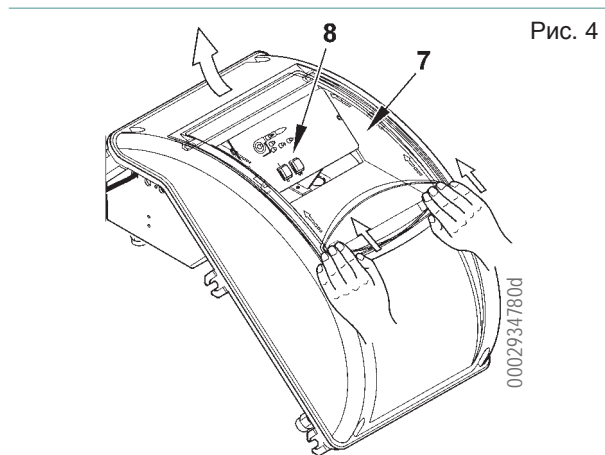

Рис. 4
- Для закрытия крышки электрического щита, заверните четыре винта (1) моментом затяжки, равным приблизительно 5 Нм, для обеспечения хорошего уплотнения. Для получения доступа к приборному щитку (8) отцепите прозрачное окошко (7) легким надавливанием руки в направлении стрелок, как показано на рис. 4. Подождите, пока окошко слегка не продвинется, а после этого снимите его с крышки.
- Для правильного расположения прозрачного окошка на щите поступайте в соответствии с рисунком 5: поместите крюки в соответствующие гнёзда (9) и продвигайте окошко в направлении, указанном стрелкой, до тех пор, пока не услышите лёгкий щелчок. Теперь должное уплотнение гарантировано.